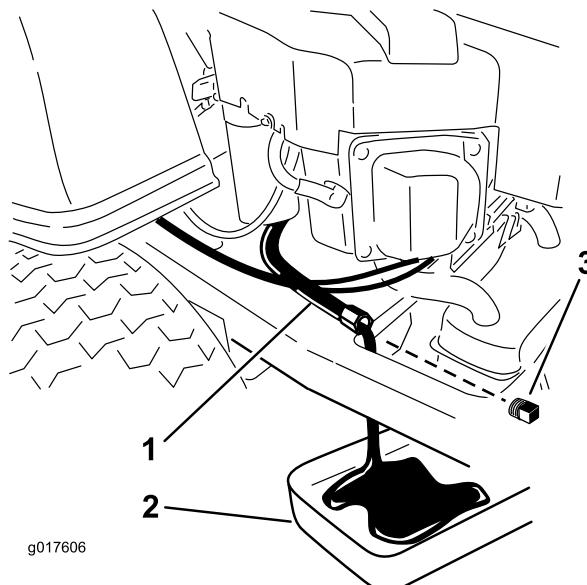

Figura 30
4. Localice el filtro de aceite situado en el lado izquierdo del motor. El tapón de vaciado está sujeto al tubo de vaciado (Figura 30). Limpie la zona alrededor del tapón de vaciado del aceite y del tubo de vaciado de aceite.
5. Coloque un recipiente debajo del tubo de vaciado de aceite según se muestra en Figura 30
6. Utilizando dos llaves (una para mantener el tubo de vaciado del aceite y otra para aflojar el tapón) retire el tapón de vaciado de aceite (Figura 30).
12. Cuando se haya drenado completamente el aceite, coloque el tapón de vaciado. Apriete el tapón a 125 pulgadas-libra (14 Nm). Limpie cualquier exceso de aceite Figura 30.